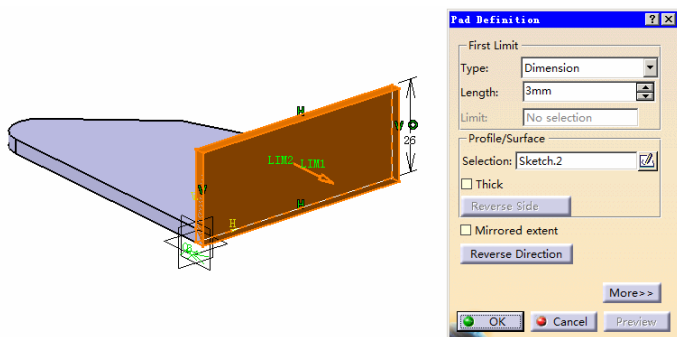

图 3-164
- >>> 步骤04 单击“拉伸”图标 ，选择刚才绘制的草图 Sketch.2。如图 3-164 所示设置 Length 参数数值，得到侧面拉伸特征，注意拉伸方向为往外拉伸。